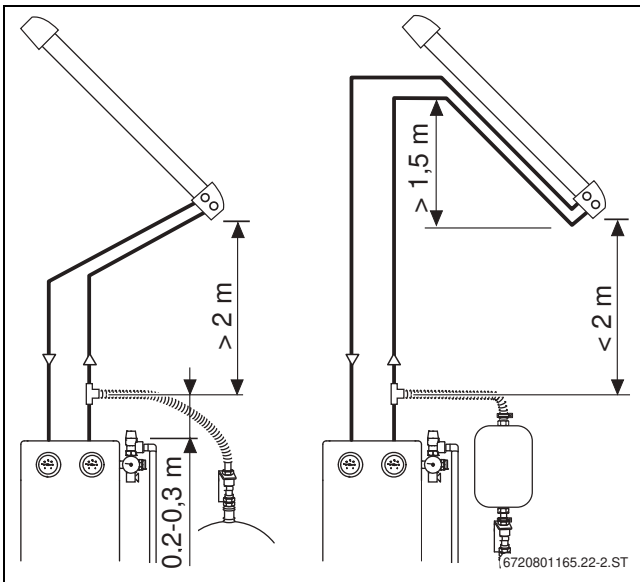

Рис. 9 Расстояние до поля коллекторов (VK)
- ▶ Возле поля коллекторов сделайте "мешок" из подающего и обратного трубопроводов высотой не менее 1,5 м (→ рис. 9).